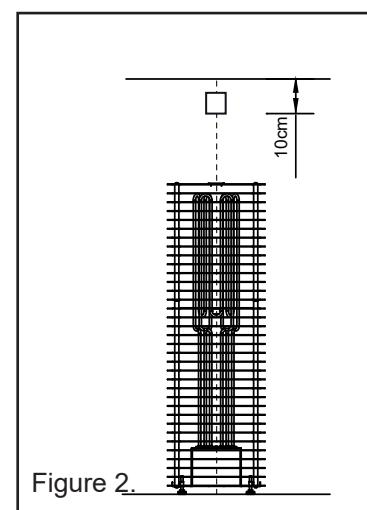

Figure 2.
- Installez le capteur de température sur le mur, au-dessus du poêle, de manière à ce qu'il soit situé à 100 mm sous le plafond. (voir fig. 2)
- Installez le capteur dans la zone bordée sur la figure 2.